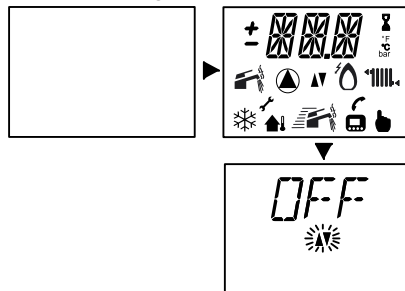

Figura 6.6
- Alimentare elettricamente la caldaia azionando l'interruttore bipolare previsto nella installazione. Il display LCD visualizza la sequenza di Figura 6.6.